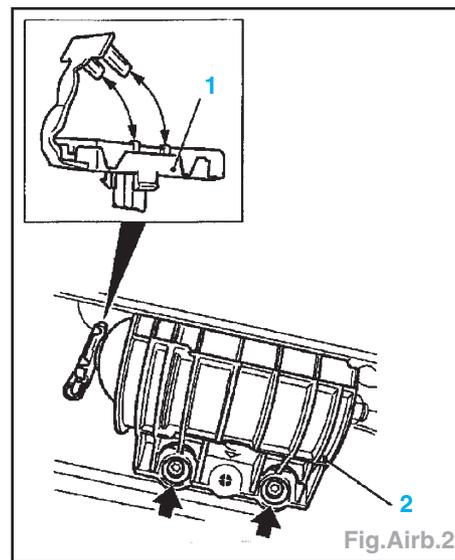

Fig.Airb.2
- Déverrouiller la fiche (1) de l'unité d'airbag et déposer les 2 vis (flèches) (Fig.Airb.2).